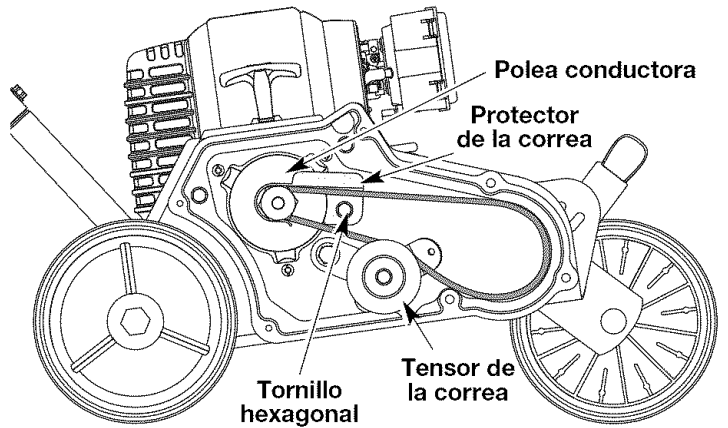

Fig. 39
7. Utilizando una llave de 3/8", quite el tornillo que sujeta el protector de la correa al chasis de la unidad (Fig. 39).
10. Coloque el protector de correas y la correa sobre la polea conductora (Fig. 39). Asegúrese de que la parte inferior de la correa se apoye sobre el tensor de la misma (Fig. 39).
16. Inserte el conjunto de cuchilla en la caja de la correa. Asegúrese de que la parte inferior de la correa se apoye sobre el tensor de la correa (Fig. 39).